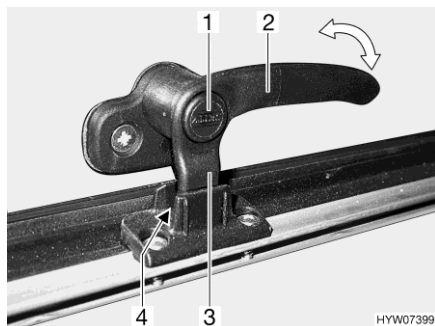
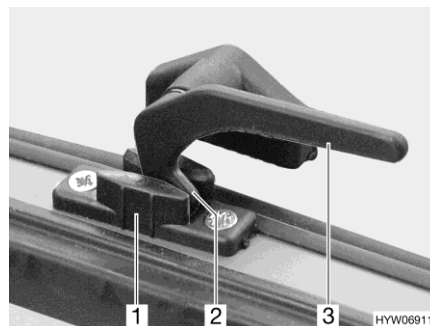

Fig. 116 Leva di serraggio con bottone di sicurezza in posizione "Aerazione continua"
Fig. 117 Leva di serraggio in posizione "Aerazione continua"
- In posizione di "Aerazione continua" (Fig. 116 e Fig. 117)
- Se presente, premere e tenere premuto il bottone di sicurezza (Fig. 116,1).
- Ruotare tutte le leve di serraggio (Fig. 116,2 o Fig. 117,3) di un quarto di giro verso il centro dell'oblò.
- Girare nuovamente all'indietro tutte le leve di serraggio. Contemporaneamente riportare il nasello di chiusura (Fig. 116,3 o Fig. 117,2) nella rientranza del bloccaggio dell'oblò (Fig. 116,4 o Fig. 117,1).